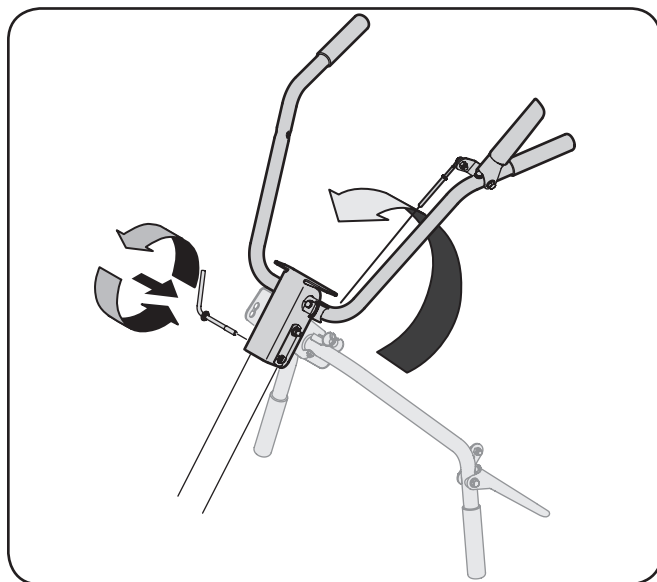

Figura 3-6
3. Retire la manivela de ajuste de la manija de la manija. Vea la Figura 3-6.
4. Gire la manija hacia arriba y fíjalo en su lugar con la manivela de ajuste de la manija. Vea Figura 3-6.